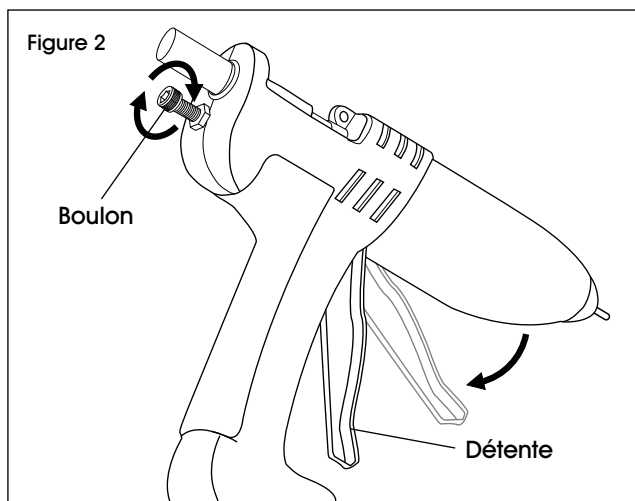

Figure 2
3. Actionnez la détente pour faire avancer le bâton de colle jusqu'à ce que vous sentiez une résistance. Utilisez le boulon fourni pour ajuster le débit de colle par pression. (Voir Figure 2)